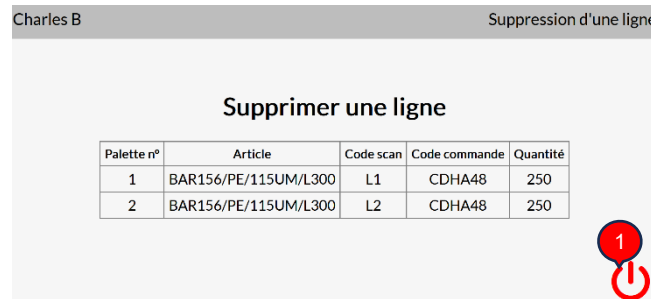

Figure 14 - Écran de suppression d'une ligne saisie
- 4** : Bouton qui vous mènera vers l'écran de suppression des lignes de saisie (voir Figure 14 p16).